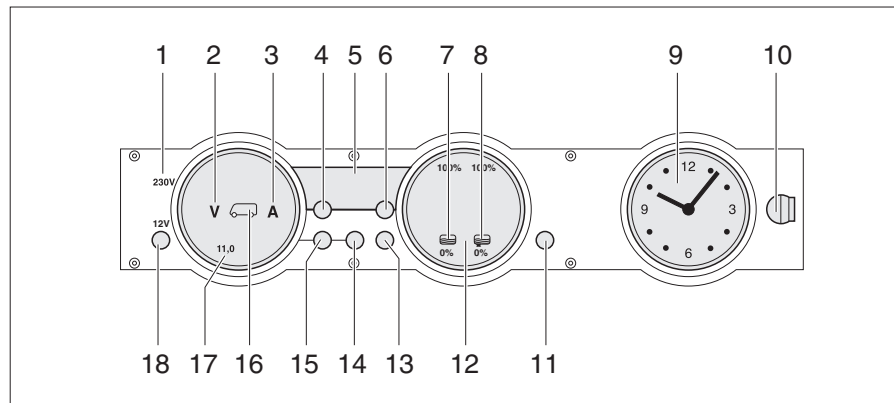

Bild 188 Panel MP 20-T
Die 230-V-Kontroll-Leuchte (Bild 188,1) leuchtet, wenn am Eingang des Elektroblocks Netzspannung vorhanden ist.
Der 12-V-Hauptschalter (Bild 188,18) schaltet das Panel und die 12-V-Versorgung des Wohnraums ein und aus.
- Taste "12 V" (Bild 188,18) kurz drücken. Die 12-V-Versorgung des Wohnraums ist eingeschaltet. Die Kontroll-Anzeige "12 V" leuchtet.
- ▷ Wenn nach dem Einschalten die LED "11,0" der Voltanzeige sowie das Symbol Volt "V" (Bild 188,2) im Anzeigeelement Batterien (Bild 188,17) blinken, dann ist die Spannung der Wohnraumbatterie zu gering. Batterie laden.
- ▷ Wenn nach dem Einschalten die Kontroll-Anzeige "12 V", das Symbol Wohnraumbatterie (Bild 188,16) und das Symbol Volt "V" (Bild 188,2) dreimal blinken, dann ist die Batterietrennung aktiviert. Batterietrennung deaktivieren.
- Taste "12 V" (Bild 188,18) kurz drücken. Die 12-V-Versorgung des Wohnraums ist ausgeschaltet. Die Kontroll-Anzeige "12 V" erlischt.
- Taste Wohnraumbatterie (Bild 188,14) drücken und ca. 10 Sekunden lang gedrückt halten. Die Symbole Volt "V" (Bild 188,2) und Ampere "A" (Bild 188,3) blinken dreimal. Die Wohnraumbatterie ist vom 12-V-Bordnetz getrennt.
- Taste "12 V" (Bild 188,18) drücken und ca. 5 Sekunden lang gedrückt halten. Das Symbol Volt "V" (Bild 188,2) blinkt dreimal. Die Wohnraumbatterie ist mit dem 12-V-Bordnetz verbunden. Die Kontroll-Anzeige leuchtet nach ca. 2 Sekunden.
- Taste Wohnraumbatterie  (Bild 188,14) drücken. Das Symbol Volt "V" (Bild 188,2) leuchtet. Das Symbol Ampere "A" leuchtet je nach Ladung oder Entladung weiß bzw. rot. Die Batteriespannung und der Strom der Wohnraumbatterie werden über die LEDs im Anzeigeelement angezeigt.
- Taste Starterbatterie  (Bild 188,15) drücken. Das Symbol Volt "V" (Bild 188,2) leuchtet. Die Batteriespannung der Starterbatterie wird über die LEDs im Anzeigeelement angezeigt.
- Taste Tanks  (Bild 188,13) drücken. Die Symbole Wassertank  (Bild 188,7) und Abwassertank  (Bild 188,8) leuchten. Die Füllstände des Wassertanks (linke Skala) und des Abwassertanks (rechte Skala) werden über die LEDs im Anzeigeeinstrument angezeigt.
Das Symbol Volt "V" (Bild 188,2) und die LED "11,0" blinken, sobald die Spannung der Batterie 11 V (Messung bei laufendem Betrieb) unterschreitet und damit Tiefentladung droht.
Das Symbol Wassertank  (Bild 188,7) oder das Symbol Abwassertank  (Bild 188,8) blinkt, wenn der Wassertank leer oder der Abwassertank voll ist.